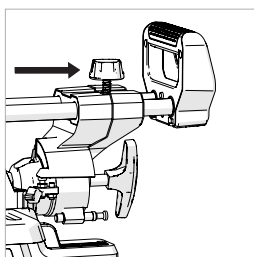

Fig. 37
- Apriete el tornillo de bloqueo de la corredera. **(Fig. 37)**